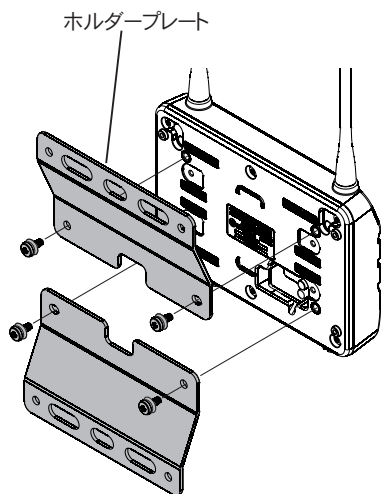

図1
- ① 中継器の背面に2つのホルダープレートを付属のネジ（ナベコネジHSM5×10SUS）で取り付けます（図1）。